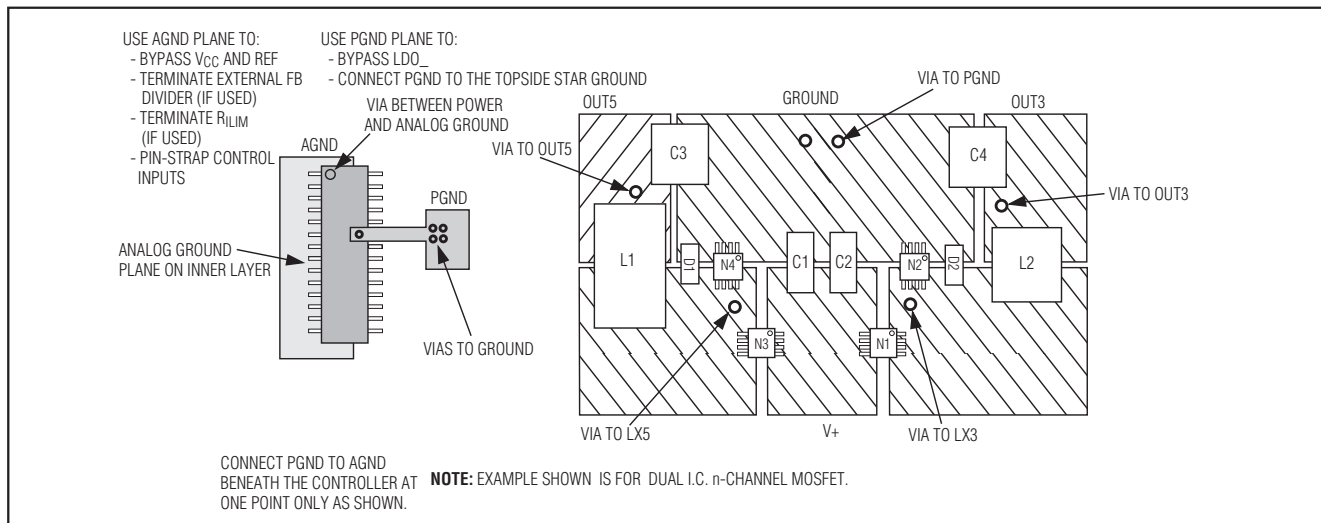

図13. プリント基板のレイアウト例
最小のスイッチング損失とクリーンで安定した動作を実現するには、プリント基板の綿密なレイアウトが不可欠です。これは、同じプリント基板内に回路が別の回路に影響を与えるおそれがある複数のコンバータが配置されている場合に特に該当します。スイッチング電力段には、特に注意が必要です(図13)。特定のレイアウト例については、MAX1999のEVキットICのデータシートを参照してください。
- 以下のように、DC-DCコントローラのグランド接続を行ってください。デバイスの近くに、小さなアナロググランドプレーンを作成します。小さなアナロググランドプレーンをGNDに接続し(図13)、REF/VCCバイパスコンデンサ、FB分圧器、およびILIM抵抗(以上がある場合)のグランド接続にこのプレーンを使用します。PGND用に別の小さなグラ